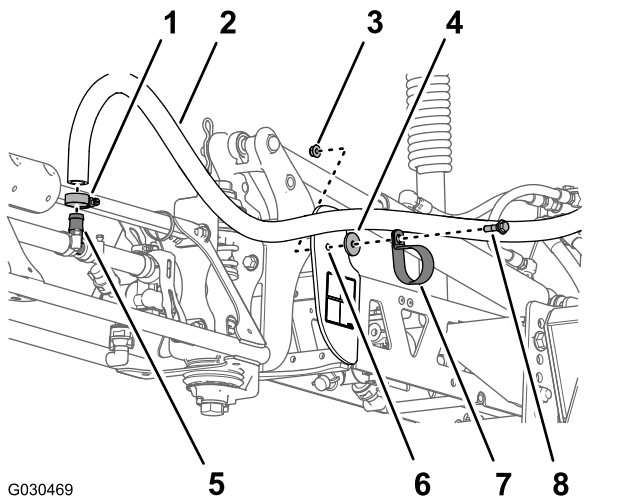

Figura 61
1. No lado dianteiro da secção da rampa da pulverização, retire o grampo em R, o parafuso com olhal (5/16 pol.), a anilha (5/16 pol.) e a porca de bloqueio flangeada (5/16 pol.) que prendem a tubagem da rampa à estrutura da secção central (Figura 61).
2. Retire a braçadeira do tubo e a tubagem da rampa da união estriada em T (Figura 61).